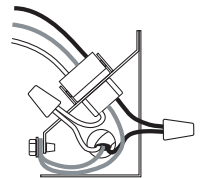

Figura 7 — Cableado Correcto
2. Con la ayuda de los conectores de cable apropiados, conecte el ventilador como se muestra en la Figura 7.